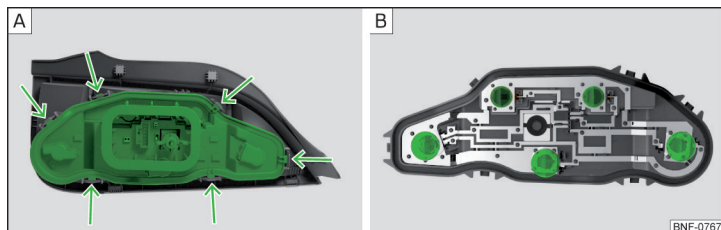

Fig. 182 Partea interioară a lămpii
- › Presați elementele de fixare de pe suportul lămpii » fig. 182 - **A** și scoateți suportul din blocul optic.
- › Rotiți becul respectiv până la limită **în sens antiorar** și scoateți-l din suport » fig. 182 - **B**.